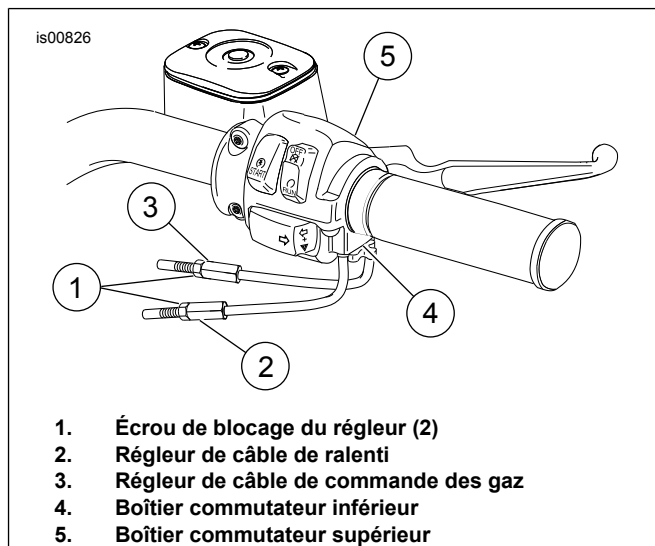

Figure 8. Manchon de poignée de commande des gaz
2. Voir Figure 8 . Desserrer les écrous de blocage du réglage de câble. Visser les réglageurs de câble jusqu'à ce qu'ils soient les plus courts possible. Le câble sera assez lâche pour faciliter la dépose.